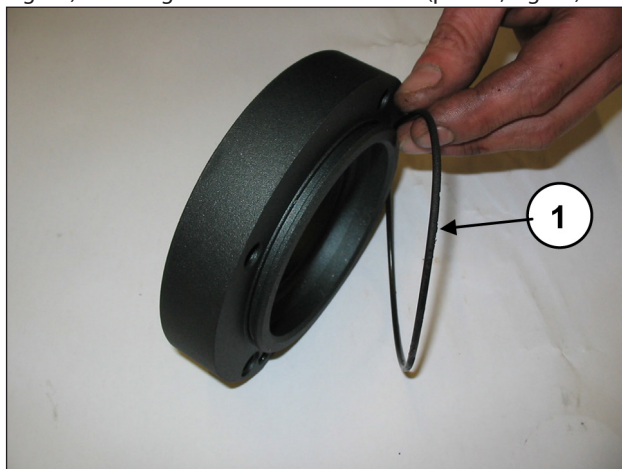
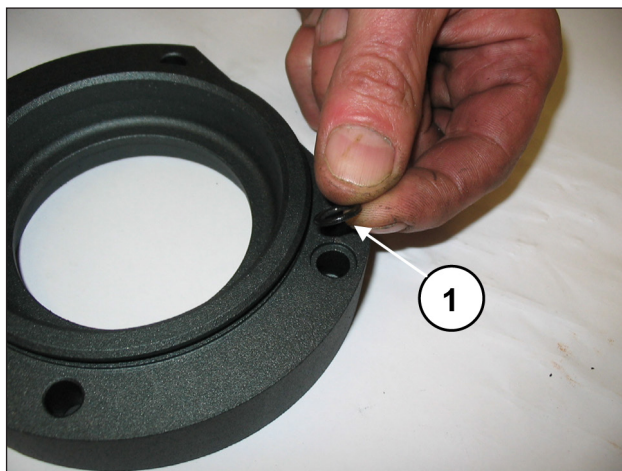

Fig. 65
Fig. 66
Applicare ai coperchi cuscinetto PTO l'O-ring esterno (pos. ①, Fig. 65) e l'O-ring del foro di lubrificazione (pos. ①, Fig. 66).